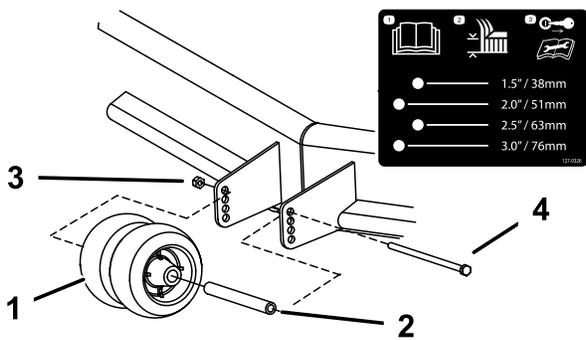

Figura 14
2. Ajuste los rodillos protectores del césped, tal y como se muestra en la Figura 14.